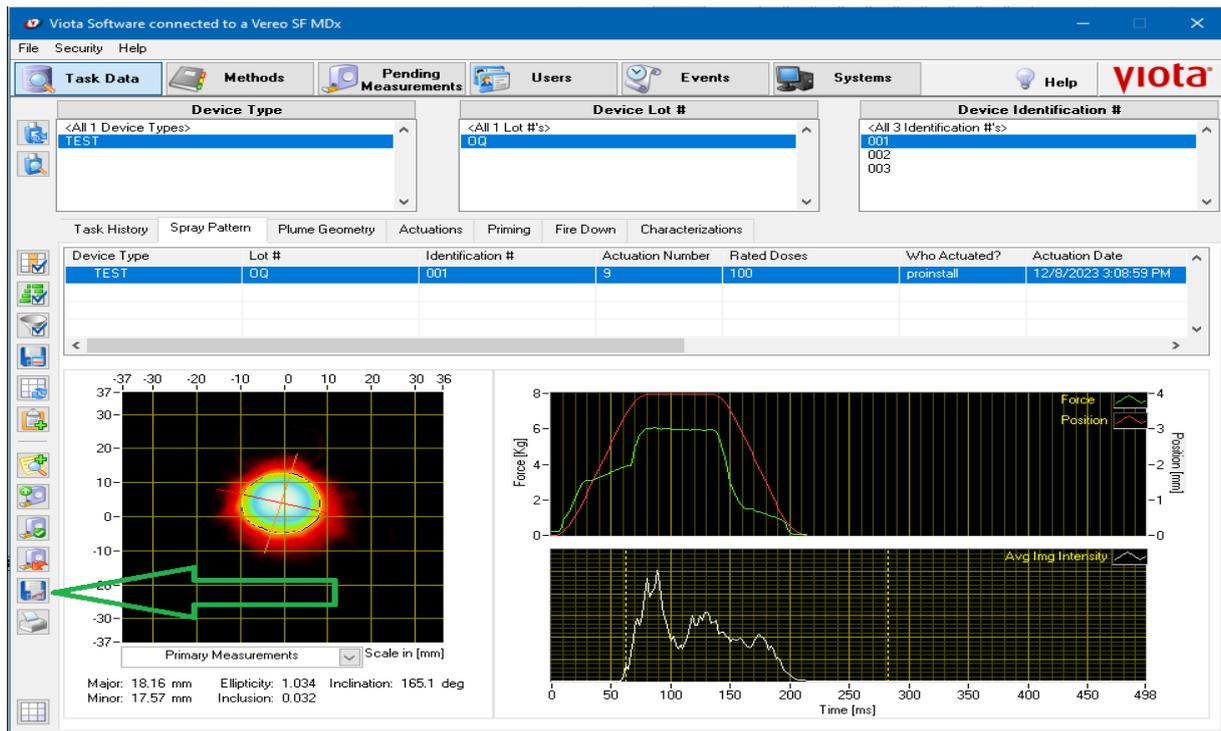
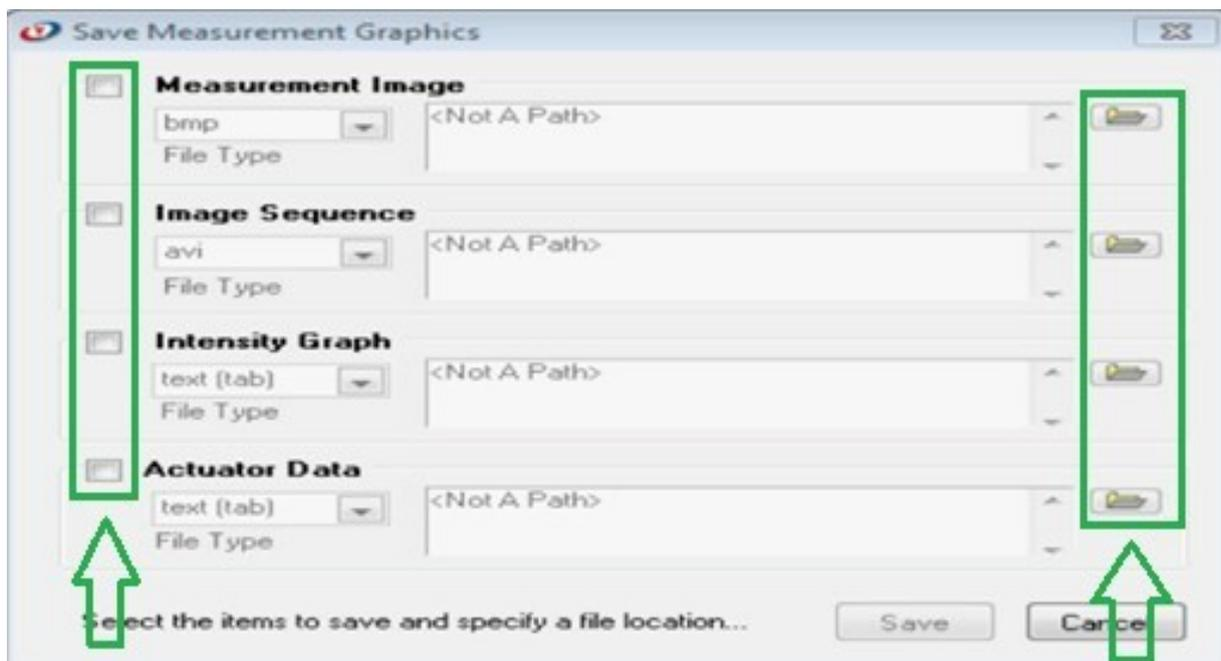

Figura 88. Guia de tarefas *spray pattern*, botão de salvamento de gráfico.
Figura 89. Caixa de diálogo salvar gráficos de medição.
- b) Clique na linha correspondente aos dados específicos da tarefa por exemplo, uma linha na Tabela Padrão Spray/Pulverização, *Spray Pattern* e em seguida clique no botão *Save Measurement Graphics* conforme Figura 88. A caixa de diálogo abrirá conforme Figura 89.
- c) Clique no controle *CheckBox*, caixas de confirmação ao lado dos itens a serem salvos. A lista *File Type*, tipos de arquivos e os controles arquivos, *Files* ficarão ativos conforme Figura 89. As opções *File Path* incluem: